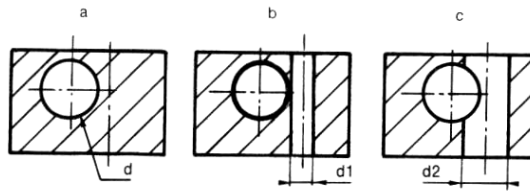

Figure 3
3 Trous sécants à axes perpendiculaires (figure 3)
- Percer le premier trou au diamètre d (figure 3.a).
- Réaliser le second trou à un diamètre $d1$ (figure 3.b) tel qu'il n'y a pas d'interférence des deux trous.
- Agrandir au diamètre $d2$ (figure 3.c).